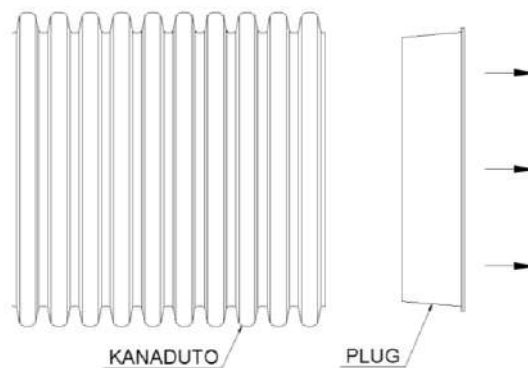

Figura 23 / Figure 23
a) Retire el tapón (plug) del extremo del conducto (Figura 23).